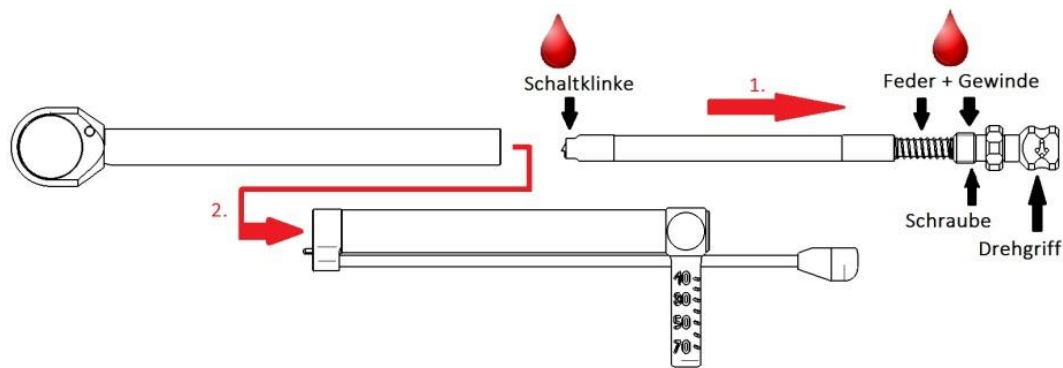

Abbildung 1
Die gesamte Schaltklinke lässt sich dann entnehmen, sowie danach der Drehmomentaufsatz. (siehe **Abbildung 1**)
• - markierte Bereiche (siehe **Abbildung 1**) leicht mit Instrumenten-Pflegeöl schmieren.